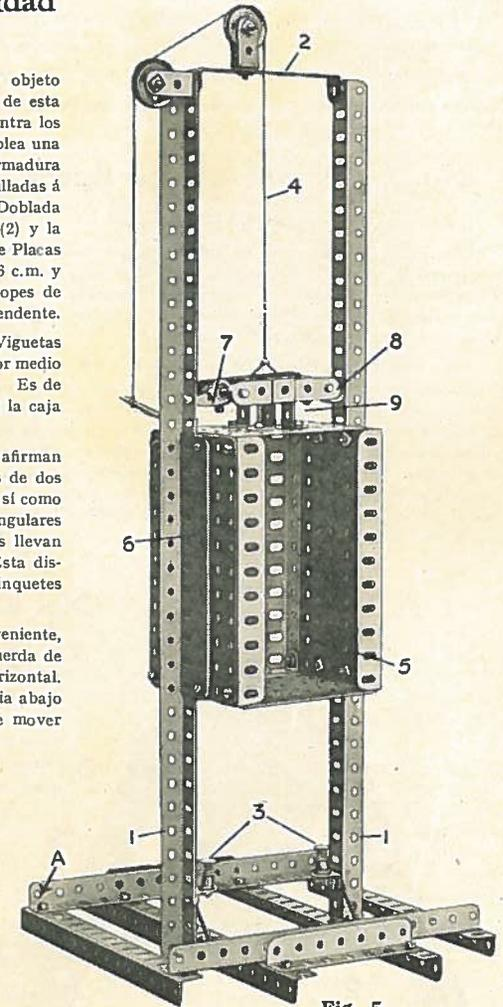

Fig. 5
En Fig. 5 se ilustra una disposición automática de detención que tiene por objeto impedir una catástrofe en caso de romperse la cuerda elevadora. Por medio de esta disposición, al ocurrir tal accidente, la caja del ascensor se atasca firmemente contra los lados del árbol, hasta que se hayan efectuado las reparaciones necesarias. Se emplea una disposición parecida á la de muchos ascensores en fábricas, edificios etc. La armadura que se ve en la ilustración consiste en dos Viguetas Angulares de 47 c.m. (1) atornilladas á una base conveniente y conectadas en sus extremidades por medio de una Tira Doblada de 90 m.m. (2). Tres Arandelas se insertan entre una extremidad de la Tira (2) y la Vigüeta Angular (1) para obtener el espacio necesario. La caja está construída de Placas Planas 14 x 9 c.m. (5), las cuales forman los lados, y de Placas Rebordeadas 9 x 6 c.m. y Tiras Dobladas de 90 m.m., las cuales representan el techo y el piso. Paratopes de resorte (3) provistos en la base del árbol obran como soportes para la caja descendente.